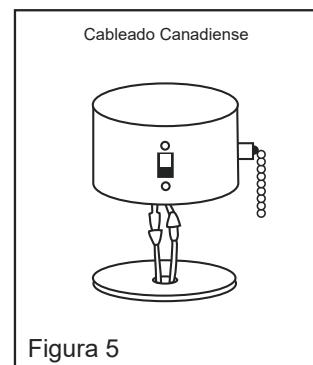

Figura 5
- NOTA: Para las especificaciones canadienses, por favor use el sistema de enchufe (Vea la figura 5). Si está usando un ventilador con especificación UL, por favor corte los enchufes y haga el cableado usando conectores de cable incluidos con el ventilador
- NOTA: Para las especificaciones canadienses, por favor use el sistema de enchufe (Vea la figura 5). Si está usando un ventilador con especificación UL, por favor corte los enchufes y haga el cableado usando conectores de cable.
- NOTA: Para las especificaciones canadienses, por favor use el sistema de enchufe (Vea la figura 5). Si está usando un ventilador con especificación UL, por favor corte los enchufes y haga el cableado usando los conectores para cables incluidas con el ventilador.